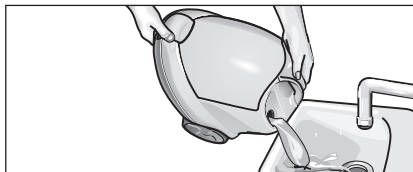

Рис. 12: Промывание котла
- Наполните котел водой и энергично встряхните его (за счет этого остатки накипи, осевшие на дне котла, отделяются). После этого вылейте воду, накренив прибор в угол, в котором находится воронка для залива воды (см. рис. 12).
- Вылить из котла остатки воды (см. рис. 12)